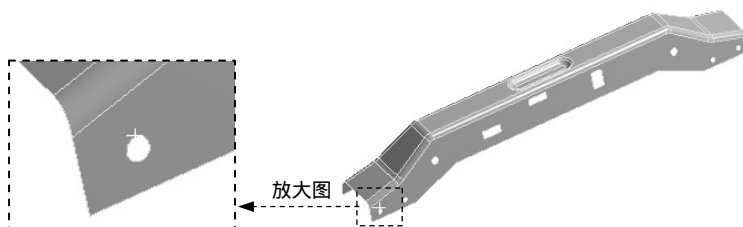

图 9.5.11 选取边线对象
(1) 在“Outline”窗口中单击 **Model (A4)** 节点,在图形区选取图 9.5.11 所示的边线并右击。